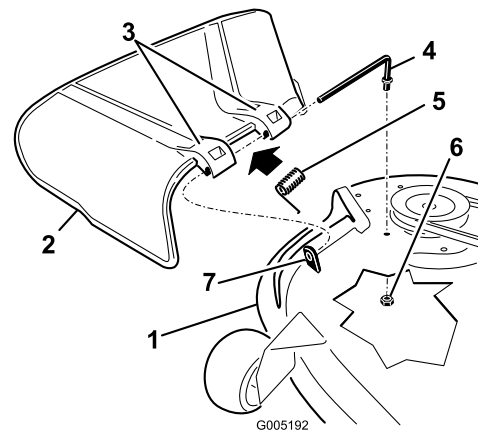

Figure 48
1. Repérez les éléments illustrés dans la Figure 48.
2. Retirez l'écrou (3/8 pouce) de la tige, sous le plateau de coupe (Figure 48).
3. Sortez la tige de la courte cheville de positionnement, de la rondelle-frein intérieure, du ressort et du déflecteur d'herbe (Figure 48). Enlevez le déflecteur s'il est endommagé ou usé.
4. Reposez le déflecteur d'herbe et la rondelle-frein intérieure (Figure 48).
6. Placez le ressort sur la tige, les fils d'extrémité dirigés vers le bas, entre les supports du déflecteur d'herbe. Insérez la tige dans le deuxième support du déflecteur d'herbe et la rondelle-frein intérieure (Figure 48).
7. Insérez la tige à l'avant du déflecteur dans la courte cheville de positionnement sur le plateau. Fixez l'extrémité arrière de la tige dans le plateau de coupe à l'aide d'un écrou (3/8 pouce) (Figure 48).